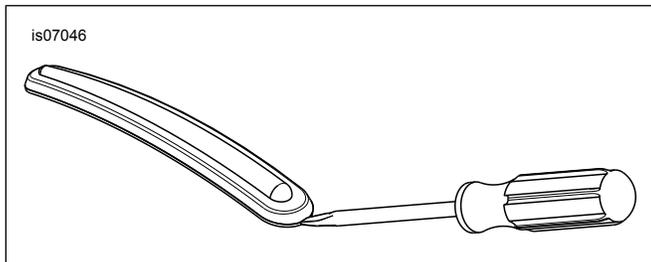

Figura 2. Quite las cintas decorativas del guardabarros
- Vea Figura 2 . Inserte la punta del destornillador entre el bisel cromado y la cinta decorativa de goma.